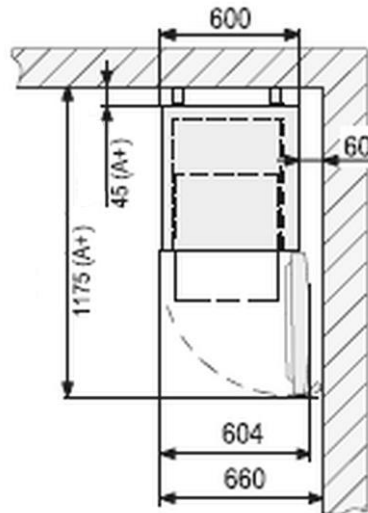

Fig. 4
- Om apparaten ska placeras i ett hörn, lämna ett sidoavstånd på minst 60 mm (fig. 4).